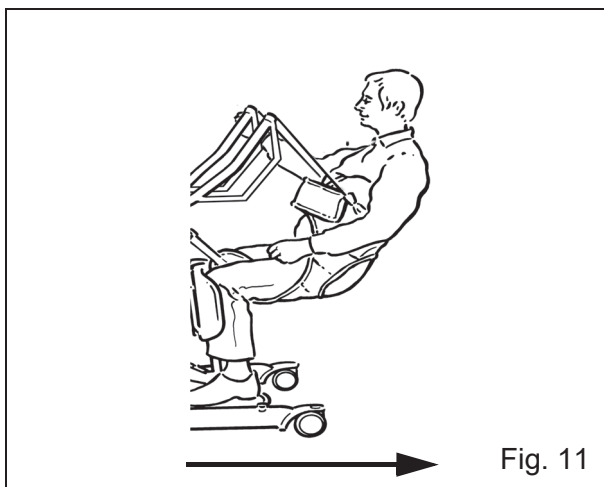

Fig. 11
Use o botão de elevar no comando manual para elevar o paciente para uma altura adequada e confortável para a função em causa (ver Fig. 11).
**Aviso:** Mova sempre o *Sara 3000* na direção ilustrada na Fig. 11.